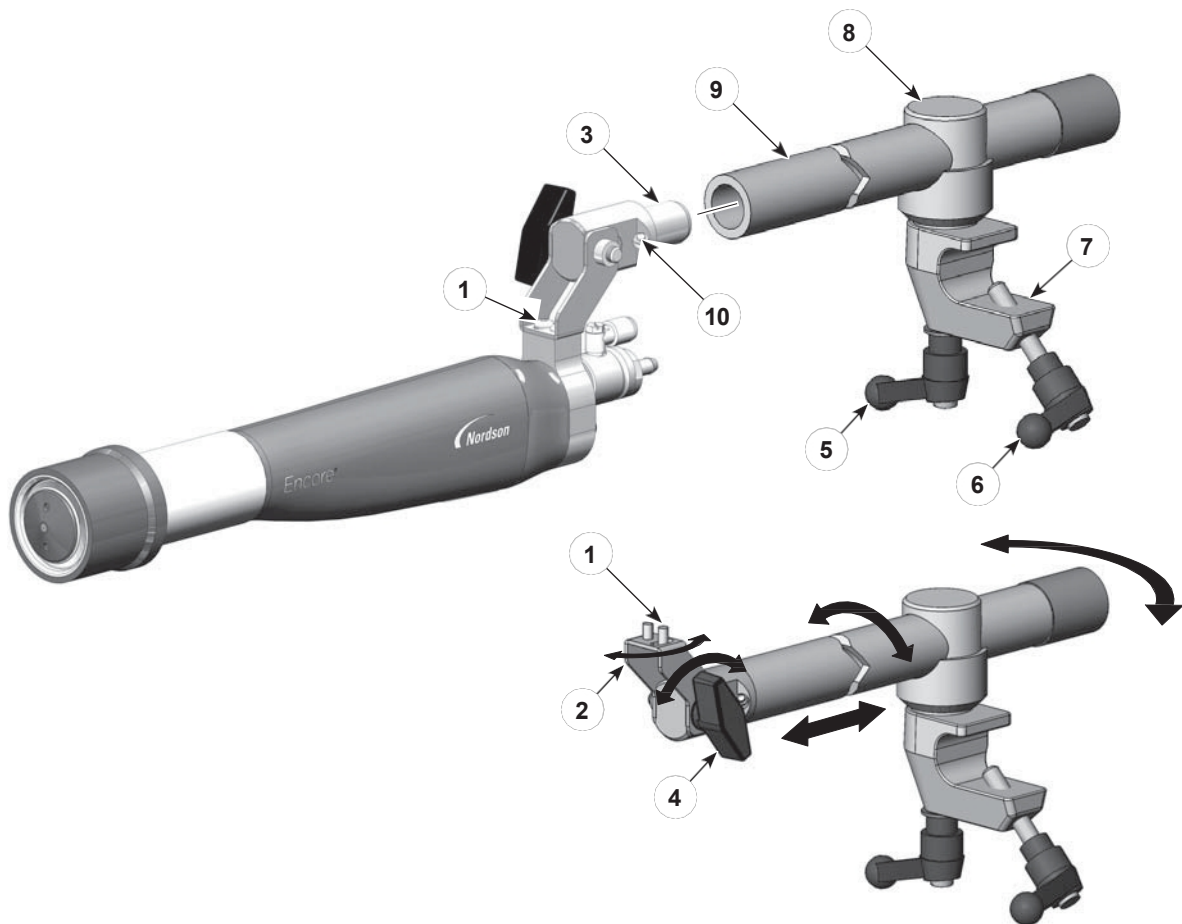
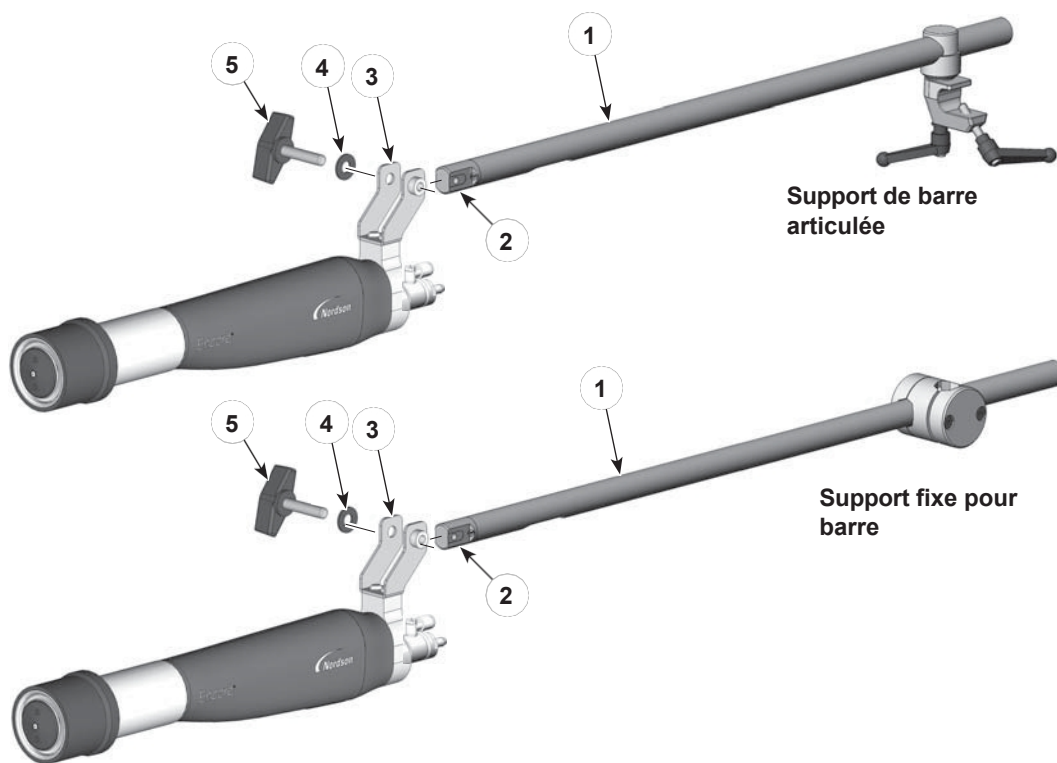
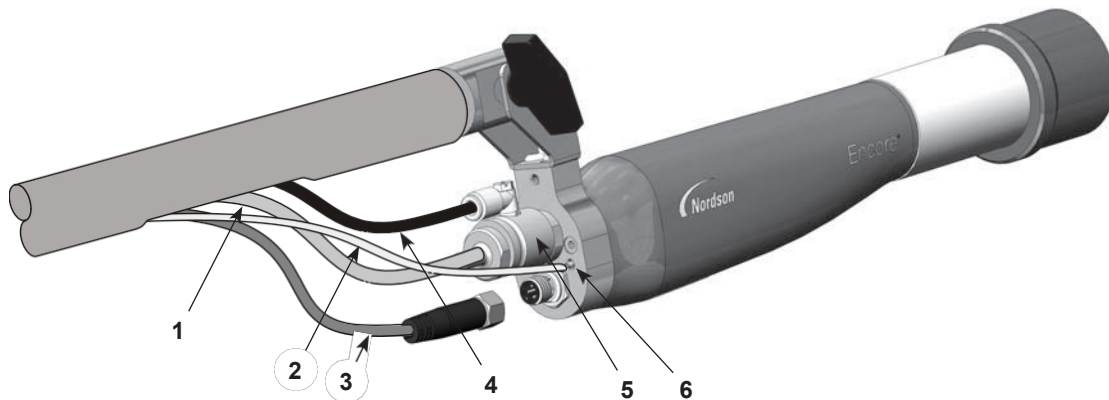

Figure 3-1 Montage standard du pistolet pulvérisateur articulé à fixation sur barre d'
Figure 3-2 Kits de fixation pour pistolet pulvérisateur en option pour l'
Figure 3-3 Connexions de l' du pistolet pulvérisateur- Buse conique illustrée
1. Voir la figure 3-1. Installez l'adaptateur de tube (3) à l'extrémité de la tige de réglage (9) et fixez-le en serrant la vis de réglage (10) à l'aide d'une clé hexagonale de 4 mm.
- Pour déplacer la buse du pistolet pulvérisateur d'un côté à l'autre, desserrez la vis à bouton droit (1).
- Pour incliner la buse du pistolet pulvérisateur vers le haut ou vers le bas, desserrez le bouton d'inclinaison (4).
- Pour faire pivoter la tige de réglage ou la faire coulisser vers l'avant ou vers l'arrière, desserrez la poignée de verrouillage (5).
2. Placez la pince (7) sur une barre de montage de 1 pouce et serrez la poignée de la pince (6).
3. Regroupez le tuyau de poudre, le tuyau d'air de rinçage des électrodes transparent de 4 mm et le câble du pistolet pulvérisateur, puis fixez-les à la tige de réglage à l'aide de bandes Velcro Nordson. Connectez-les au pistolet pulvérisateur comme indiqué à la figure 3-3.
Voir la figure 3-2. Les kits de montage sur barre en option sont équipés de tiges de réglage à grand diamètre intérieur (1) permettant de faire passer le tuyau de poudre, le tuyau d'air et le câble du pistolet pulvérisateur. L'adaptateur de tuyau (2) fourni avec le pistolet pulvérisateur ne peut pas être utilisé avec ces kits. Il doit être remplacé par l'adaptateur de tuyau fourni avec les kits.
1. Dévisser et retirer le bouton et la rondelle (5, 4) du support de montage du pistolet pulvérisateur (3).
3. Glissez l'extrémité de l'adaptateur de tube en option (2) dans le support de montage du pistolet pulvérisateur et alignez le trou à l'extrémité de l'adaptateur de tube avec les trous du support de montage du pistolet pulvérisateur.
5. Voir la figure 3-3. Tirez (dans l'ordre suivant) le câble du pistolet pulvérisateur, le tuyau d'air de rinçage de l'électrode transparente de 4 mm et le tuyau de poudre à travers le tube de montage d'extrémité et hors de la découpe. Connectez-les au pistolet pulvérisateur comme indiqué sur la figure 3-3.
Voir figure 3-3.